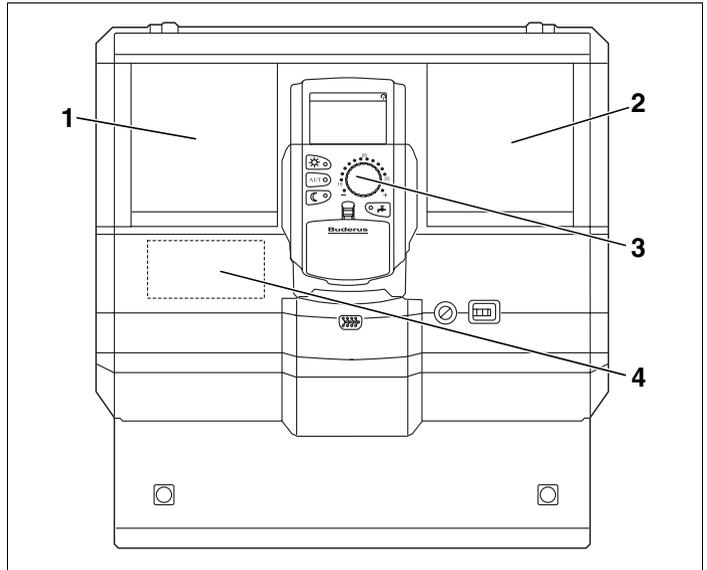

Fig. 1 Affectation des points de connexion
Le module FM 455 occupe toujours la position A et le module ZM 424 la position 1 (fig. 1, **pos. 1**).
Insérez toujours les modules FM 445 et FM 446 en position 2 (fig. 1, **pos. 2**).